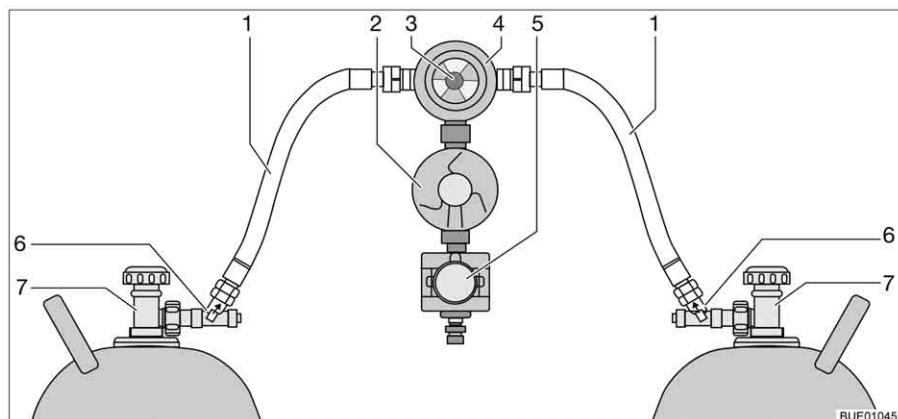

Fig. 110 Dispositif de commutation Crash Protection Unit
La Crash Protection Unit se compose de deux limiteurs de débit à verrouillage manuel (Fig. 110,6), d'une valve de commutation (Fig. 110,4) avec régulateur de pression (Fig. 110,2), d'une électrovanne (Fig. 110,5) et d'une unité de commande à DEL de trois couleurs. La valve de commutation est montée entre les deux lyres (Fig. 110,1).
Un bouton rotatif (Fig. 110,3), situé sur la valve de commutation, permet de définir laquelle des bouteilles de gaz est celle de service et laquelle est celle de réserve.
Seules les fonctions électriques peuvent être activées sur l'unité de commande (Fig. 111). Les robinets principaux des bouteilles de gaz (Fig. 110,7) et les dispositifs de déverrouillage (Fig. 110,6) doivent être ouverts manuellement.
- Ouvrir les robinets principaux des bouteilles de gaz (Fig. 110,7).
- Appuyer sur les dispositifs de déverrouillage (Fig. 110,6) l'un après l'autre pendant 10 secondes.
- Choisir la bouteille de gaz avec le bouton rotatif (Fig. 110,3) de la valve de commutation (Fig. 110,4) à partir de laquelle le gaz sera utilisé principalement (bouteille de service).
- Fermer les robinets principaux des bouteilles de gaz (Fig. 110,7).